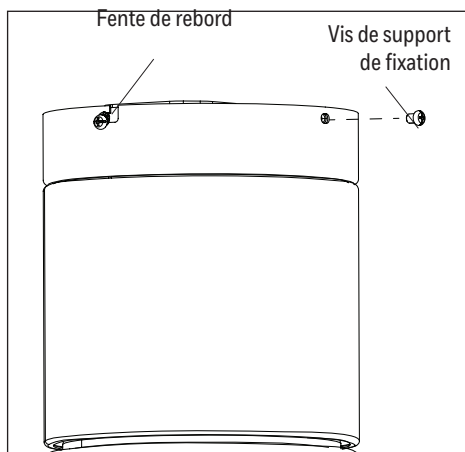

Figure 4.2
2. Faites glisser la partie supérieure de l'ensemble moteur sur le support de fixation et alignez la partie supérieure de l'ensemble moteur sur les vis de support de fixation desserrées précédemment du support de fixation. Tournez le couvercle dans le sens des aiguilles d'une montre pour le fixer. Réinstallez ensuite les vis de support de fixation, puis serrez fermement toutes les vis. (Figure 4.2).